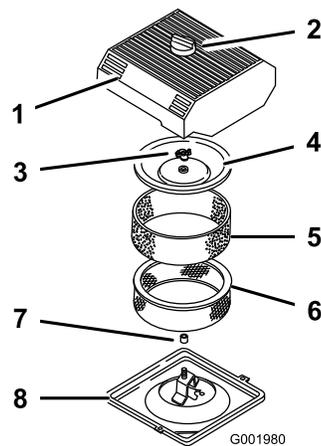

Figura 45
3. Pulite intorno al filtro dell'aria per evitare che la morchia possa penetrare nel motore provocando gravi danni (Figura 45).
4. Svitare la manopola sul coperchio del filtro dell'aria e togliete il coperchio (Figura 45).
5. Togliete con cautela l'elemento in schiuma sintetica dall'elemento di carta (Figura 45).
6. Svitare il dado del coperchio e togliete sia il coperchio che l'elemento di carta (Figura 45).
1. Infilate con cautela l'elemento in schiuma sintetica sopra l'elemento di carta del filtro dell'aria (Figura 45).
3. Avvitare a fondo, manualmente, il dado contro il coperchio (Figura 45).
4. Montate il coperchio del filtro dell'aria e la manopola (Figura 45).